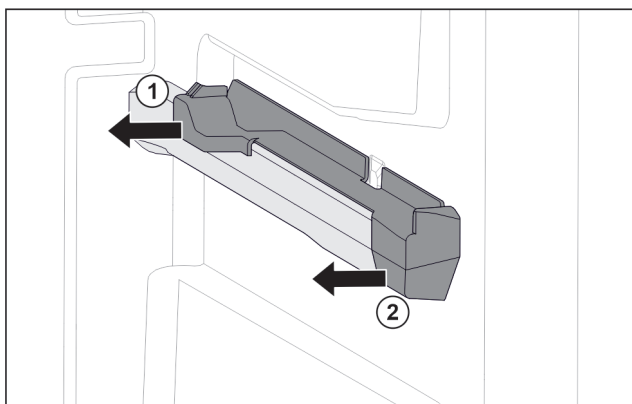

Fig. 83 右侧容器肋梁上的插装件
- ▶ 将插装件后部拉到一侧。 Fig. 83 (1)
- ▶ 将插装件前部拉到一侧。 Fig. 83 (2)